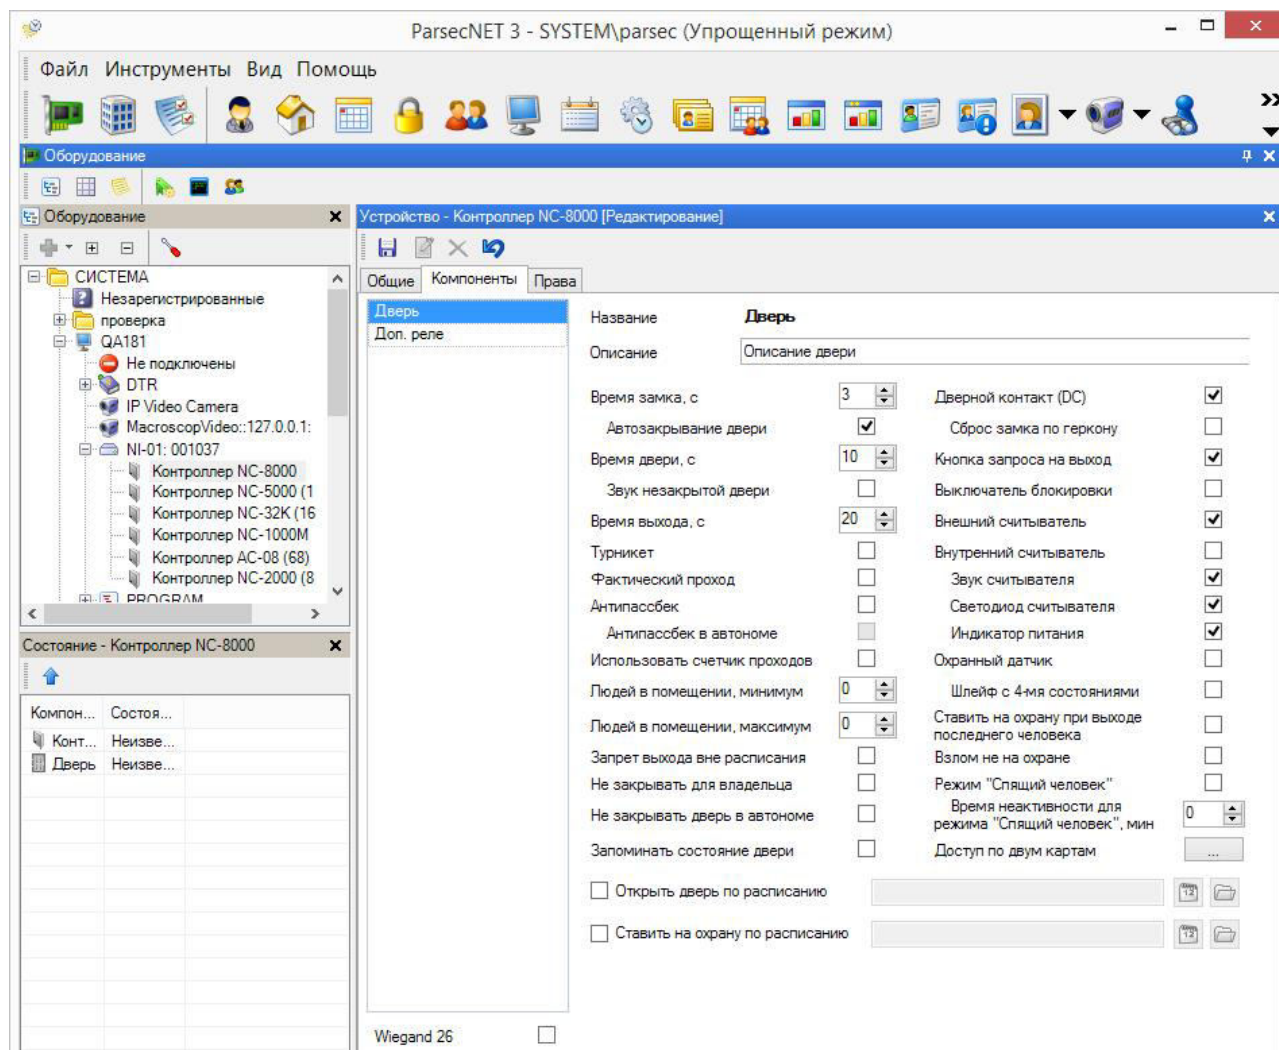

Рисунок 26. Настройка контроллера в ParsecNET 3.5
- интерфейса NI-A01-USB (рисунок 26);